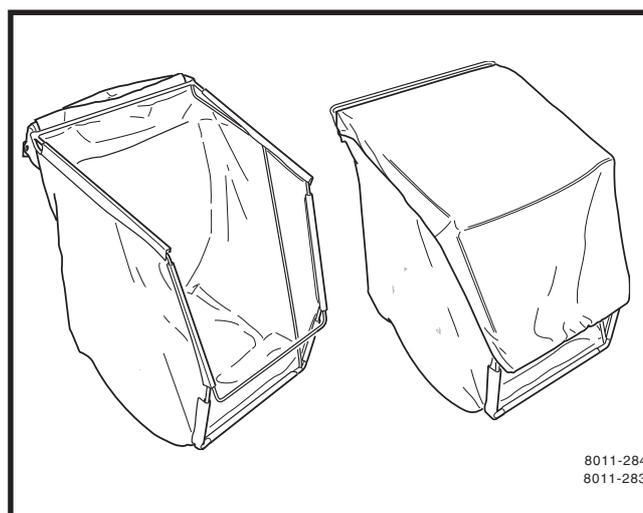

FIGURA 11
- Premere i clip a scatto su ciascun lato. Vedere Figura 11.